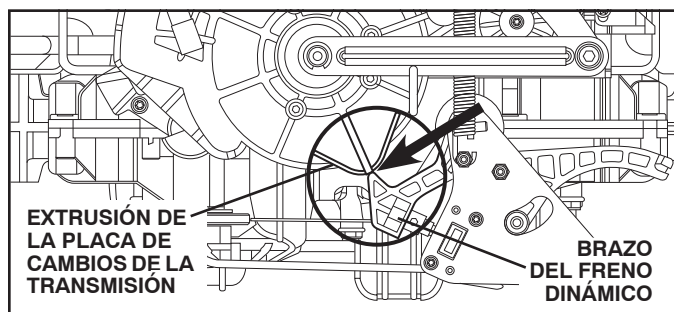

Fig. 34
- Mueva la placa de cambios en la parte delantera de la transmisión para que la línea central del área que sobresale esté alineada con el brazo del freno dinámico (Vea Fig. 34).